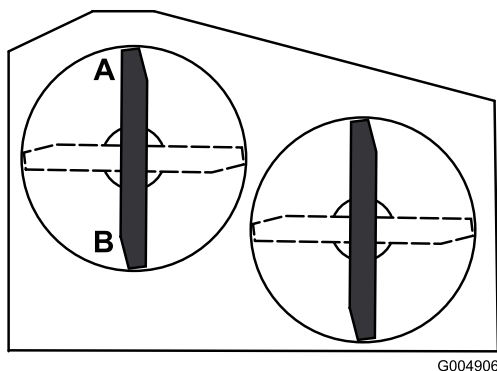

Figura 56
2. Posicione uma lâmina da frente para trás Meça nos locais **A** e **B** numa superfície nivelada à extremidade de corte das pontas das lâminas (Figura 56).